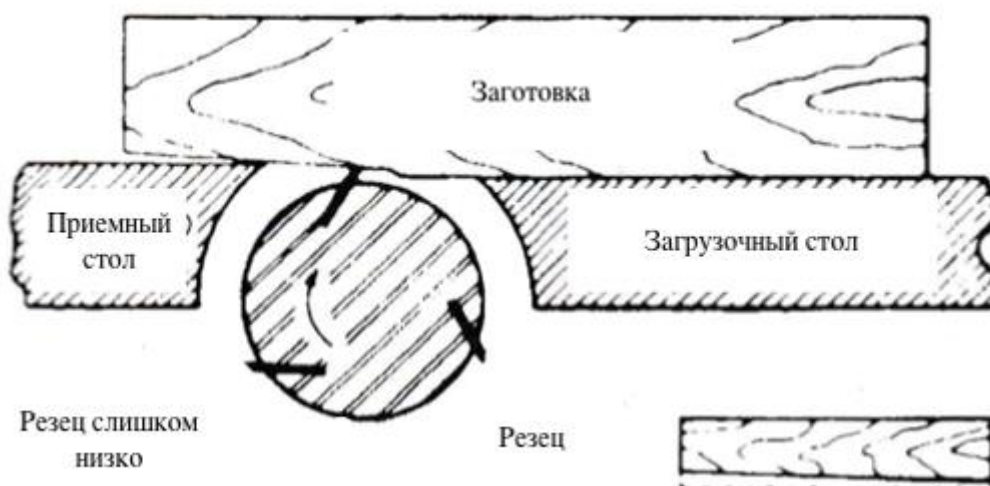

Рис. 28 Резцы установлены низко
6. Если резцы установлены слишком низко, результат будет похож на представленный на Рис. 28. Обработанная поверхность будет изогнутой.